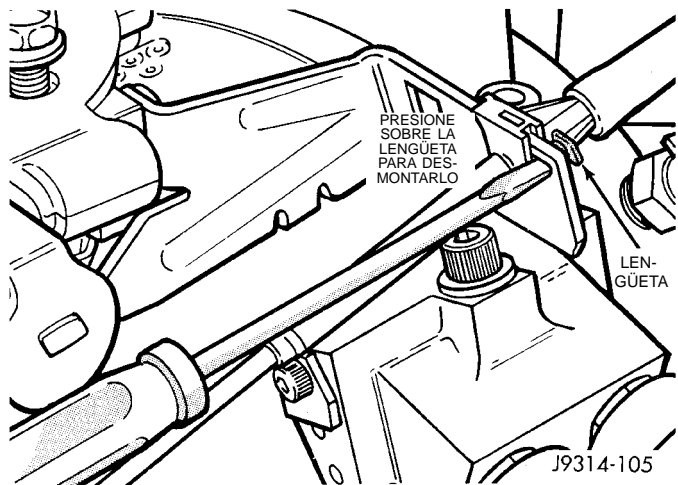

Fig. 44 Lengüeta de desenganche del cable—Motores de 5.2L/5.9L—Característica
(7) Motores de 5.2L/5.9L: Retire la cubierta del cable situado en el soporte de instalación del cuerpo de mariposa, presionando hacia adelante sobre la lengüeta de desenganche, con un destornillador pequeño (Fig. 44). **Para evitar la rotura de la cubierta del cable, presione sobre la lengüeta sólo lo suficiente como para desenganchar el cable del soporte.** Levante la cubierta del cable en línea recta del soporte en tanto presiona sobre la lengüeta de desenganche. Retire del vehículo el cable de mariposa.